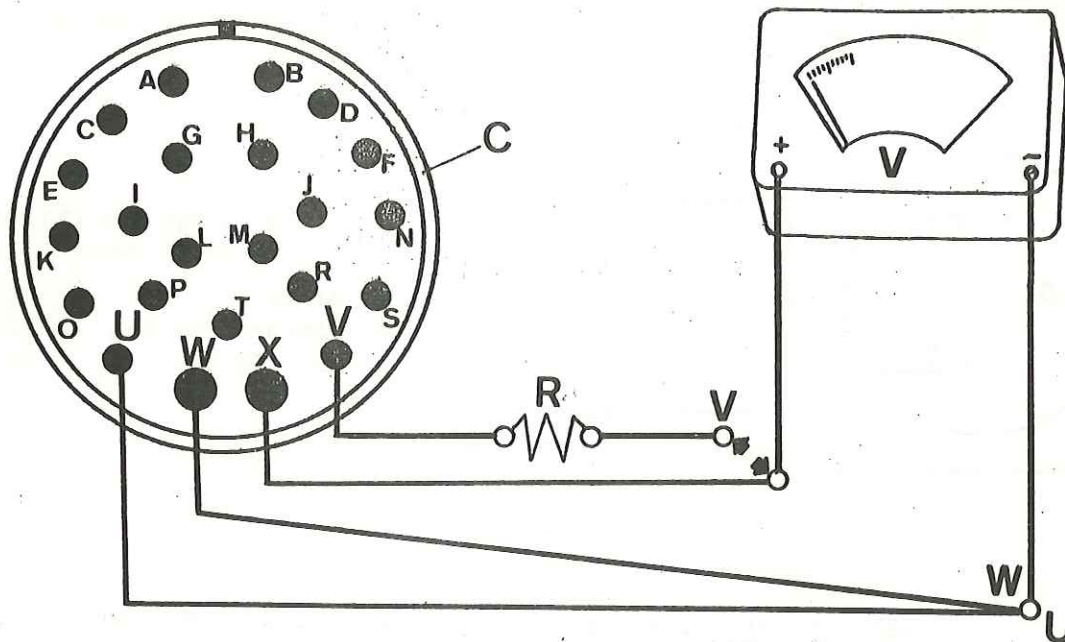

Fig. N2-50 Prueba de carga del alternador
- 3.2. Preparar cuatro cables con terminales adecuados y conectarlos a los terminales "U" "W", "X" y "V" del conector, C (Fig. N2-50), desmontados en la operación anterior.
- 3.3. Conectar entre sí los cables conexionados a los terminales "U" y "W" y fijarlos al terminal negativo de un voltímetro, V (Fig. N2-50).
- 3.5. Intercalar un resistor de 3 á 5 ohmios, 10 watos en el cable conectado al terminal "V" del conector, C (Fig. N2-50) con objeto de reducir la caída de tensión al excitar entre sí los cables de los terminales "V" y "X".
- 3.6. Poner en funcionamiento el motor a un régimen de 600 r.p.m. (1.200 r.p.m. del alternador) y a continuación excitar intermitentemente el cable del terminal "V" sobre el cable del terminal "X" conectado al voltímetro, V (Fig. N2-50). Una vez excitado convenientemente el alternador, el voltímetro deberá marcar una tensión de corriente incontrolada, por lo que se debe tener la precaución de no sobrepasar la escala de medida del voltímetro. Si la prueba nos indica que el alternador carga, el fallo se encuentra en la caja del regulador.